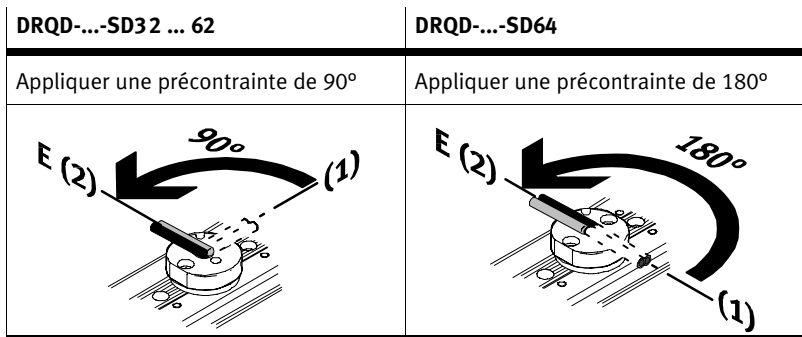

Fig. 10
- Tournez les extrémités dans le sens inverse des aiguilles d'une montre dans la position prévue E comme montré dans la Fig. 10 suivante. Le tuyau doit alors prendre la position prévue (p. ex. dans la rainure d'une plaque d'adaptation) à la fin de la précontrainte décrite ci-dessous.